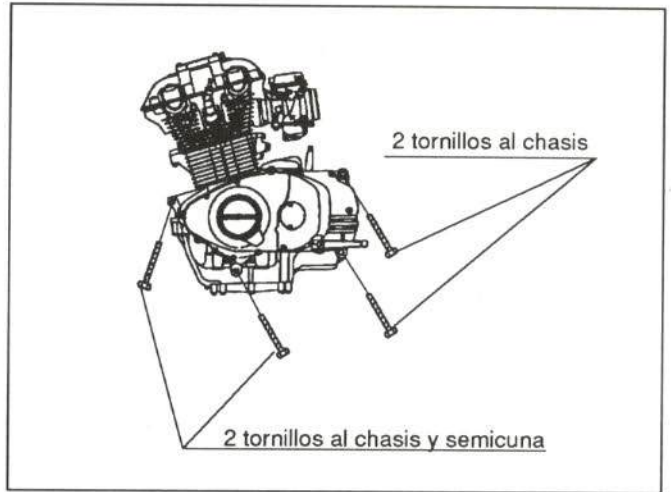

Figura 32.- Unión del motor
El motor va fijado de la forma que muestra la figura 32.
- Motor (figura 32)